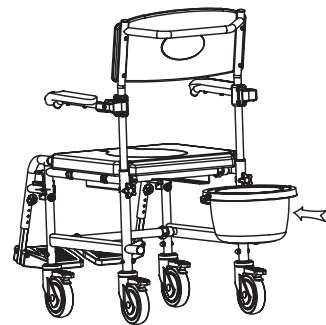

Fig.14
- Introduza o balde pela parte de trás da cadeira, fazendo-o deslizar nas guias (fig.14).